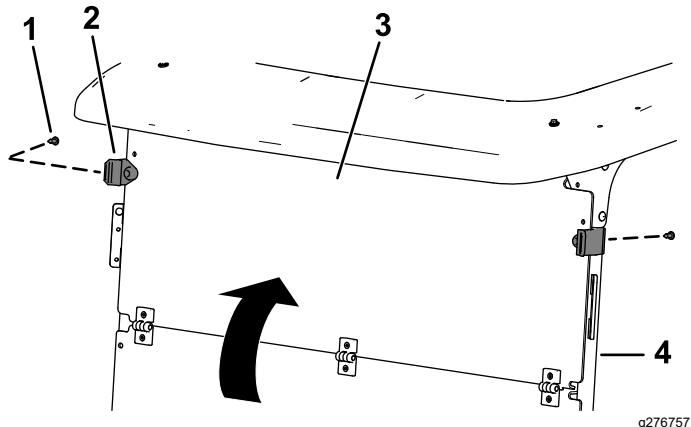

図7
2. ウィンドシールドを開いて上部を日よけサポートチューブに固定するゴム製クランプ2個と短いプラスチック製リベット2本をで下の穴に固定する図7。